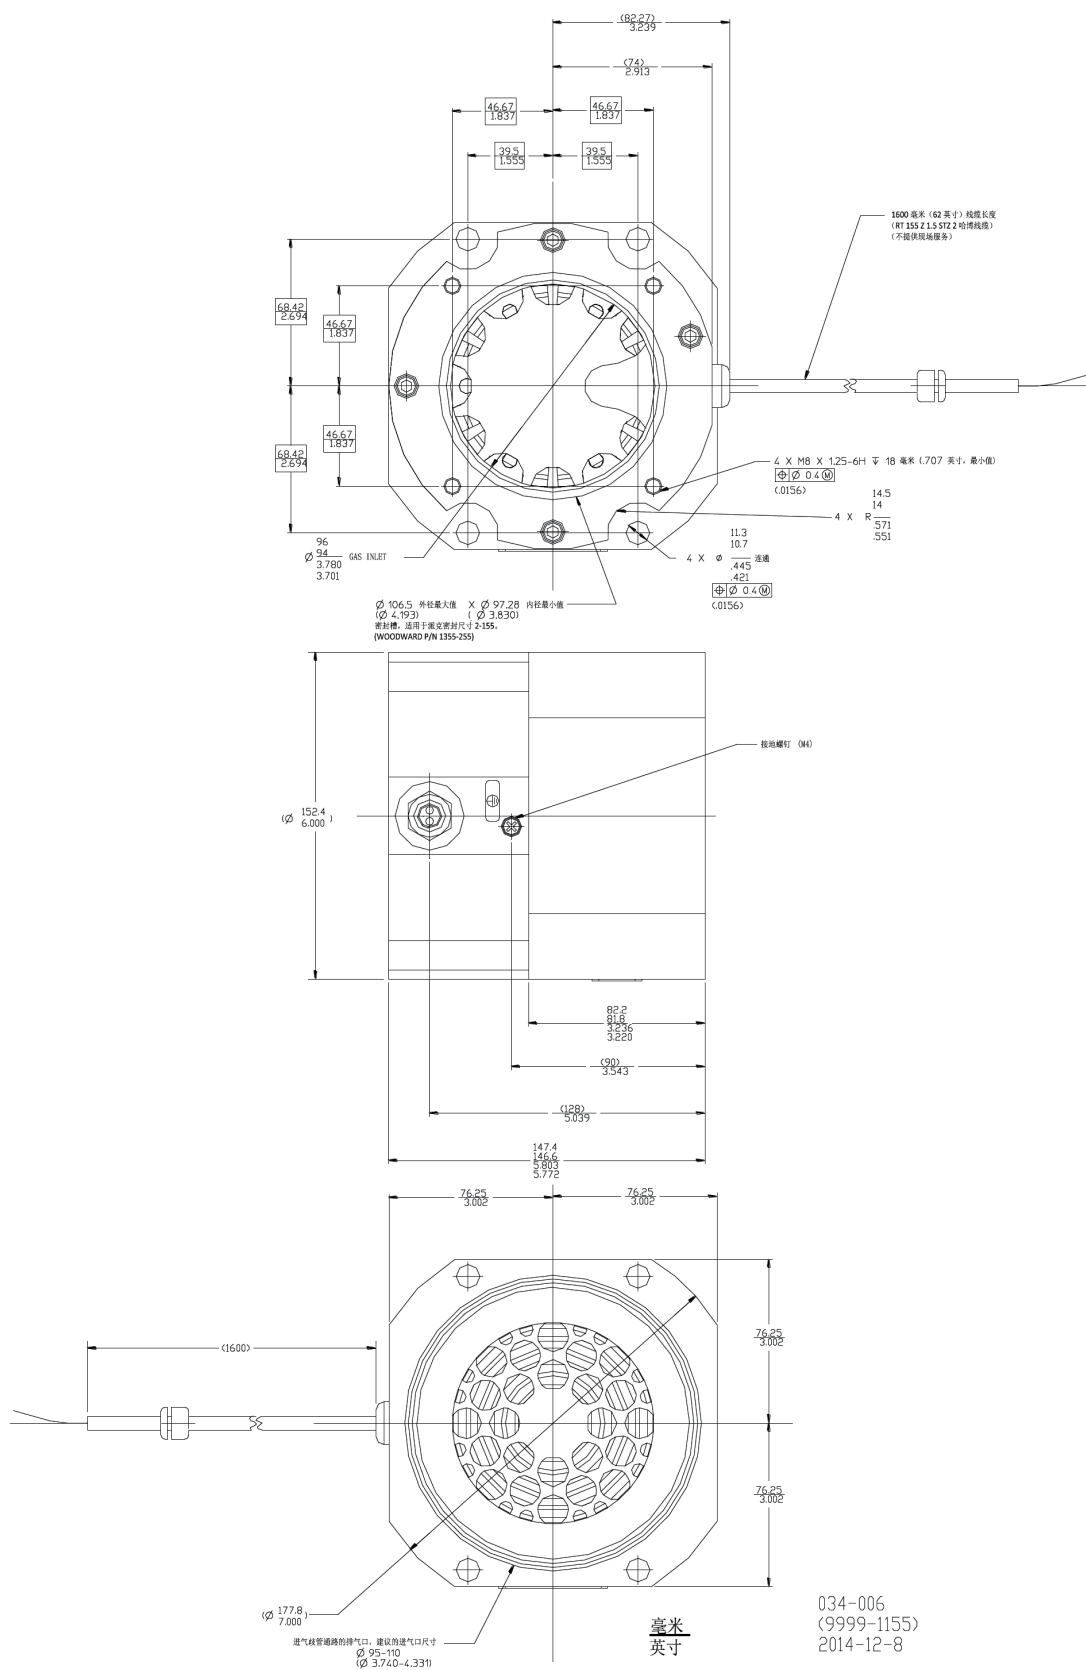
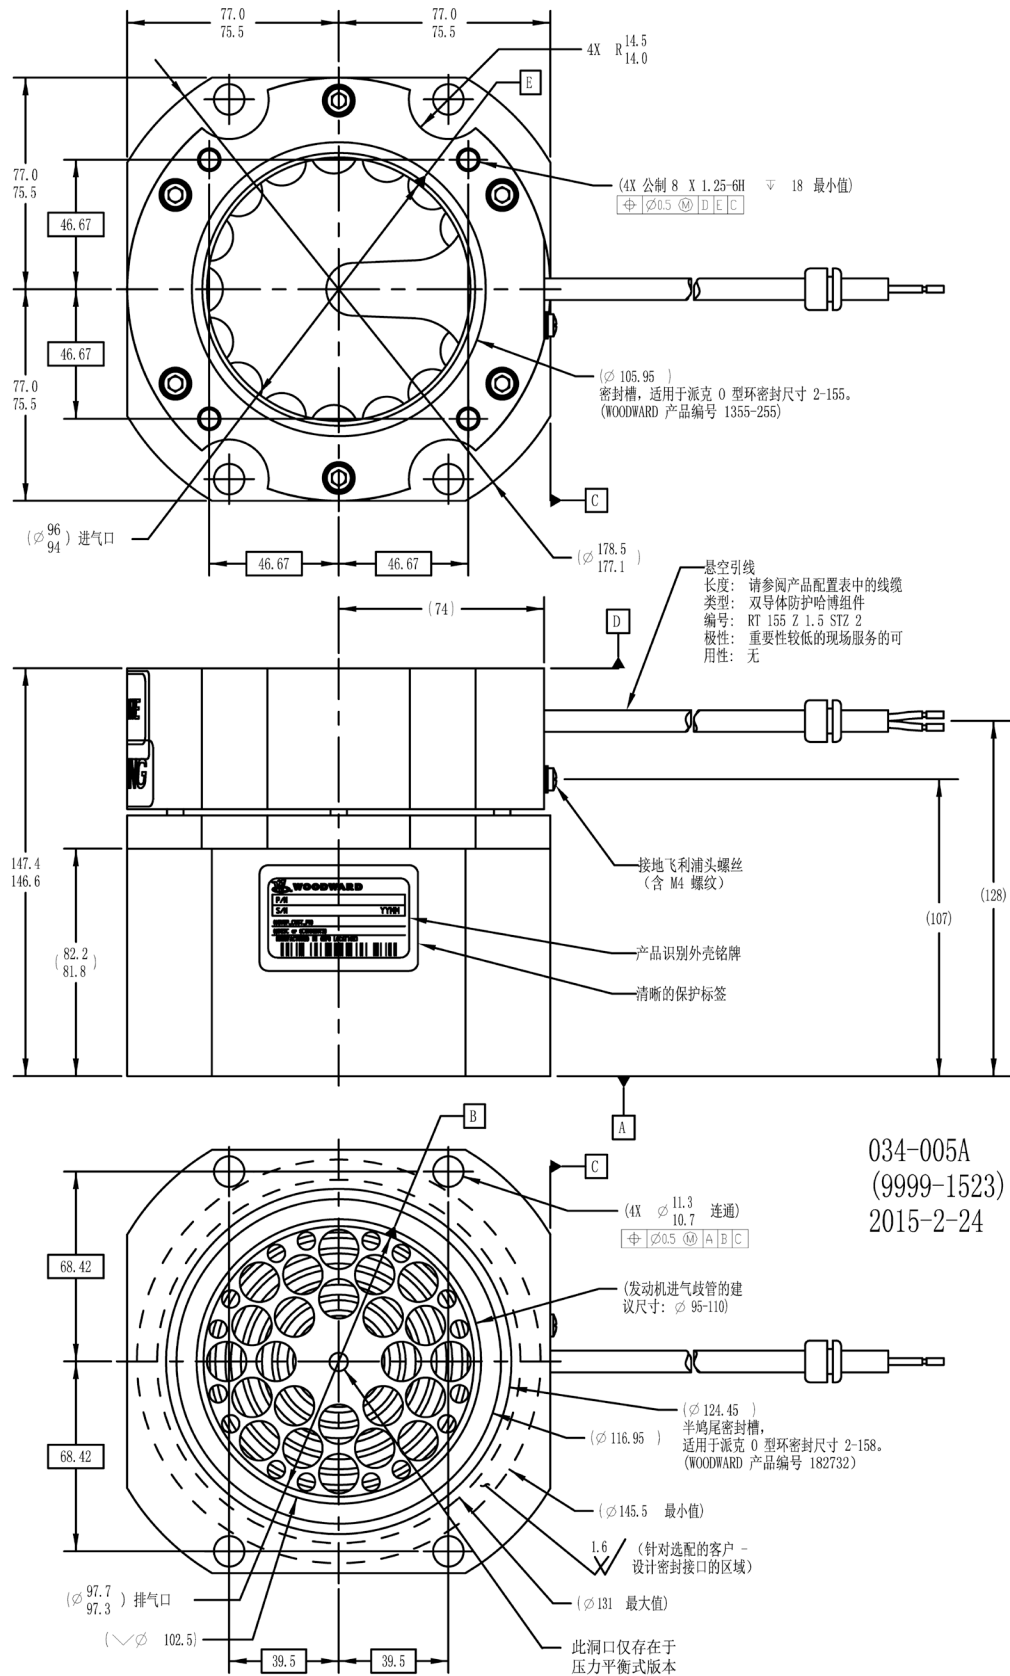

图 1-1. SOGAV 250 轮廓图 (不平衡/底装式)
图 1-2. SOGAV 250 轮廓图 (不平衡/顶装式)
■ 请参见轮廓图：图 1-1 和图 1-2（压盖螺母的位置和线路处理因型号而异）。